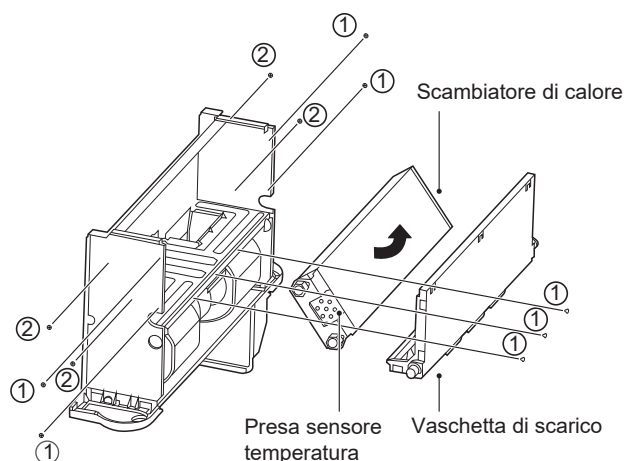

Figura 5-18
- Rimuovere le viti come illustrato in Figura 5-18 ①*7 e quindi la vaschetta di scarico.
Ruotare la batteria nella direzione indicata in Figura 5-18.